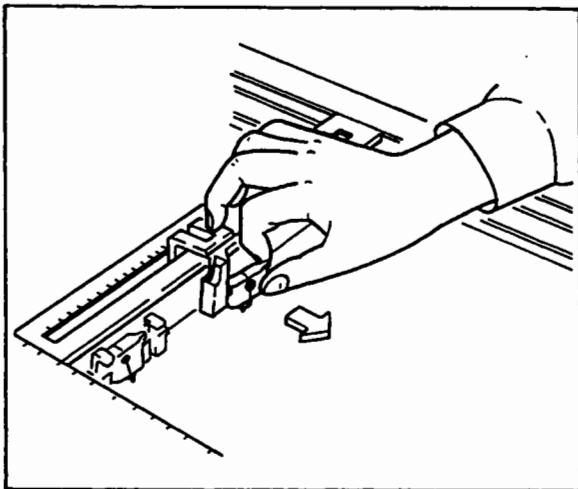

図 3.3
(3) ペンをペンホルダからとりはずす場合は、図 3.3 に示すようにペンつまみを指先で前方に押し出してとりはずします。